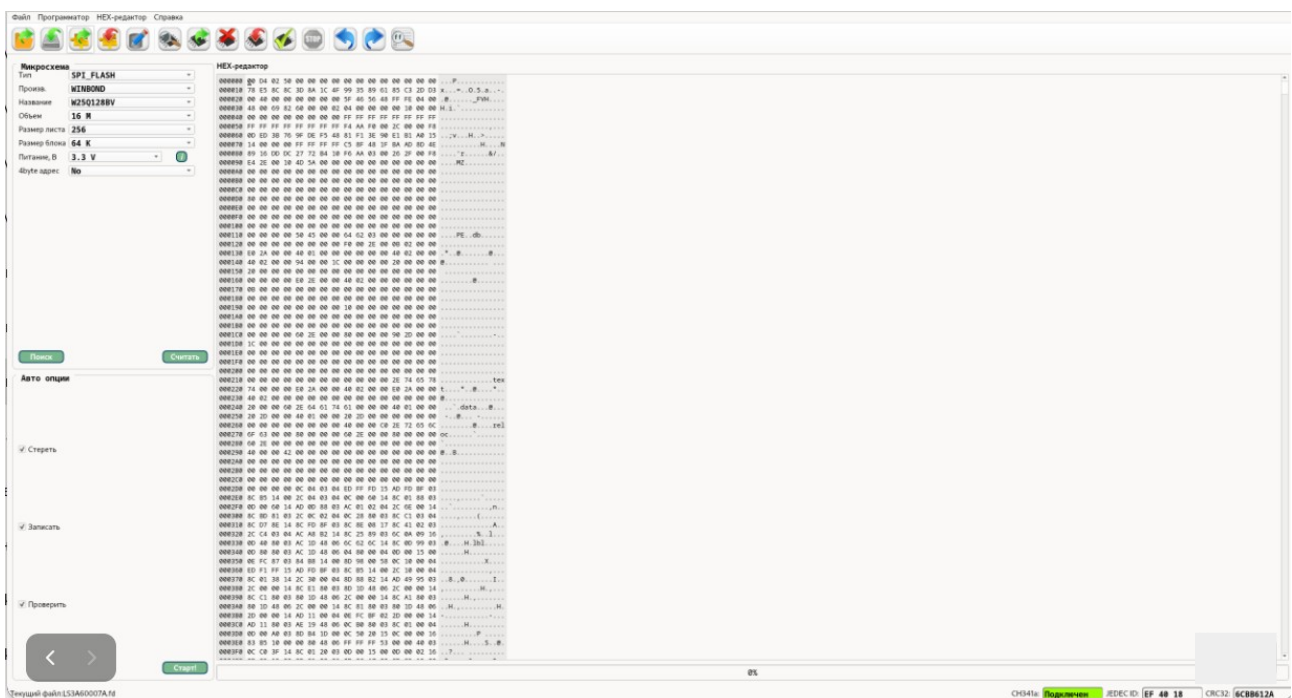

Рисунок 11 – Основное окно программы
2. Проконтролируйте, чтобы размер загруженного файла точно соответствовал объему памяти микросхемы. Например, для 128-мегабитных чипов он должен составлять ровно 16 777 216 байт. В основном окне программы отобразится содержимое файла прошивки в виде HEX-таблицы (рисунок 11).